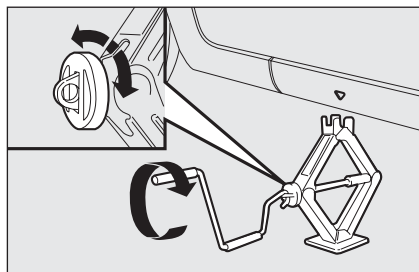
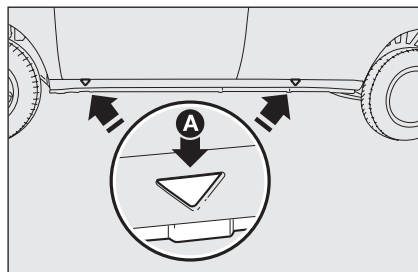

fig. 7
fig. 8
- ❑ accionar el gato, para abrirlo parcialmente **fig. 7**, luego colocarlo debajo del vehículo a la altura de las marcas **A-fig. 8** cerca de la rueda que se debe sustituir.